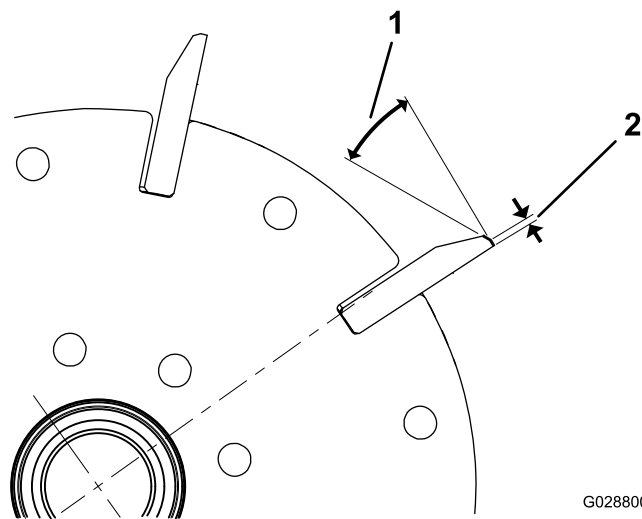
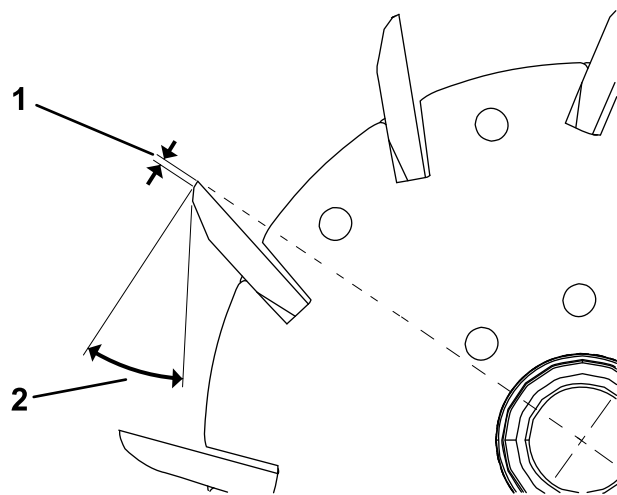

图22
图23
1. 对所有滚刀棱面进行 30 度铲磨，直至棱面宽度达到 1.3mm（图22 和 图23）。